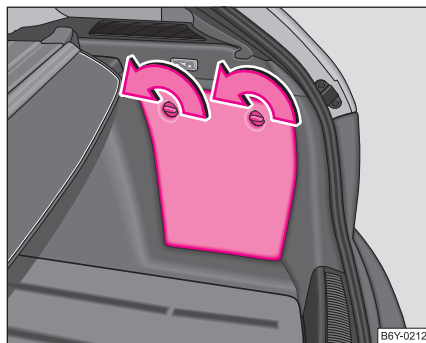

Abb. 81 Gepäckraum: Ablagefächer
- Das Fach öffnen Sie durch Drehen der Verschlüsse in Pfeilrichtung ⇒ Abb. 81. ■